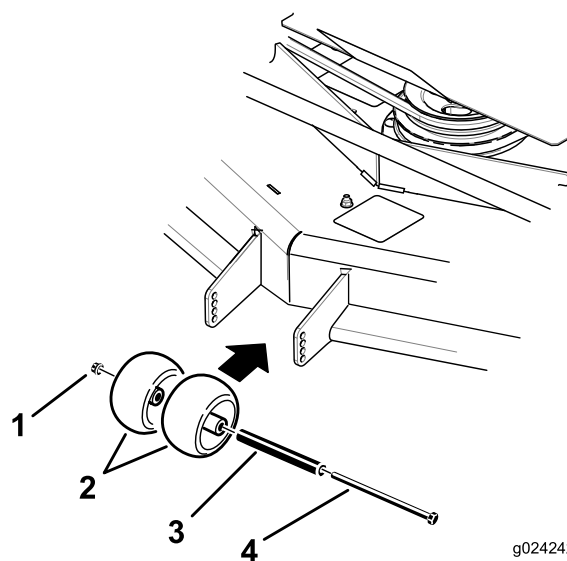
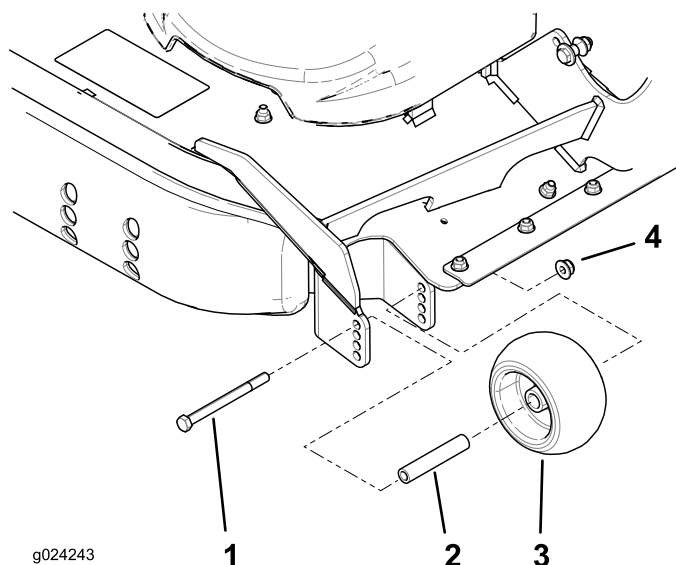

Figura 34
Figura 35
3. Ajuste los rodillos protectores del césped, tal y como se muestra en la Figura 34 y la Figura 35.